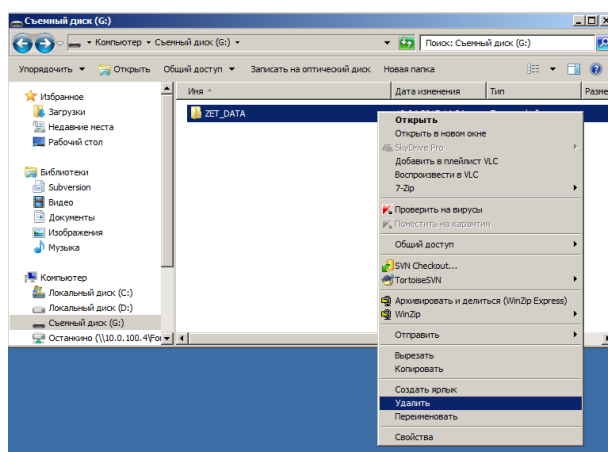

Рис. 2.12 Окно «Съемный диск»
- закрыть окно программы «Выбор файлов для конвертации», а в окне «Автозапуск» активировать опцию «Открыть папку для просмотра файлов используя Проводник» при этом откроется окно «Съемный диск» в котором выбрать правой клавишей мыши директорию ZET\_DATA и в выпадающем меню выбрать опцию «Удалить» (Рис. 2.12).